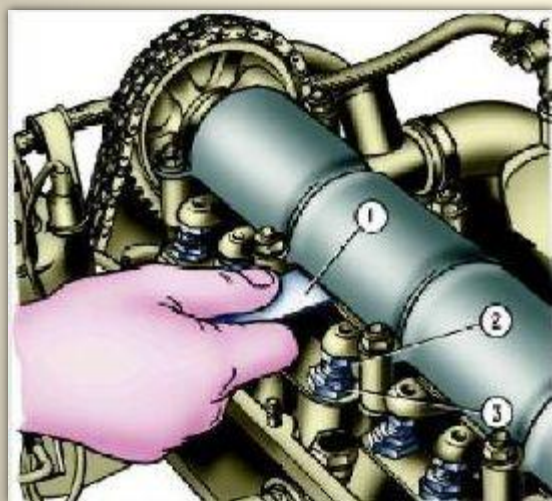

Рис. 54. Проверка зазора между рычагами и кулачками распределительного вала: 1 — щуп А.95111; 2 — регулировочный болт; 3 — контргайка регулировочного болта
- вставьте между рычагом и кулачком распределительного вала плоский щуп А.95111 толщиной 0,15 мм и гаечным ключом заворачивайте или отворачивайте болт с последующим затягиванием контргайки, пока при затянутой контргайке щуп не будет входить с легким защемлением (рис. 54);